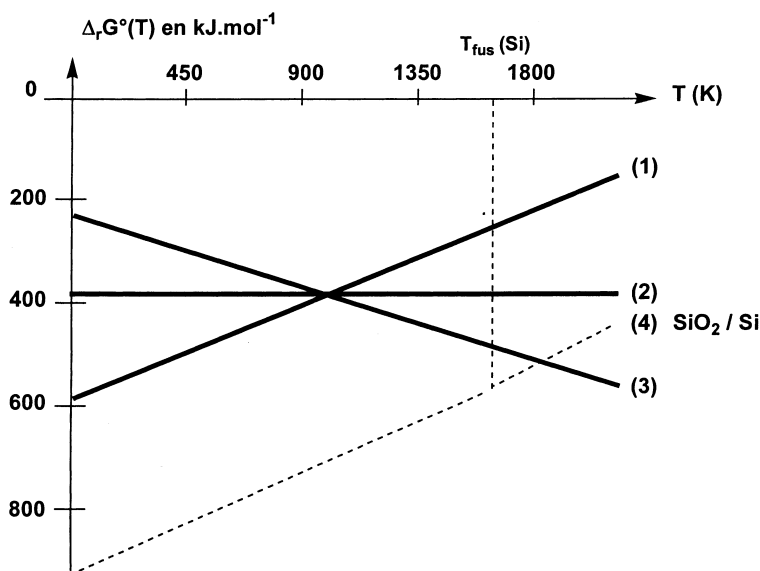

Figure 1 : Droites d'Ellingham pour les couples du carbone et du silicium
**I.3.2-** Les droites d'Ellingham ont été tracées (**Figure 1**) pour le carbone et ses oxydes (droites 1, 2 et 3). Attribuer chacune des droites à un couple en fonction du signe de la pente. En déduire les domaines d'existence ou de prédominance des différentes espèces ainsi que le diagramme d'Ellingham des différents couples.
**I.3.3-** Donner les équations des droites (ou segments) d'Ellingham pour le silicium dans le domaine de température [0-2000 K]. Ces segments sont représentés sur la **figure 1** (segments de droite 4).